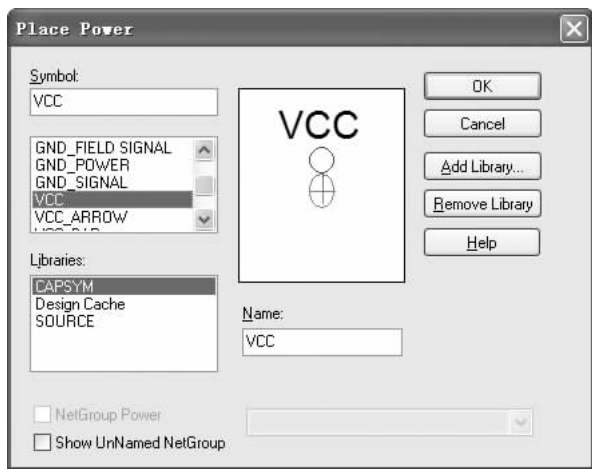

图 6-46 “Place Power（放置电源）”对话框
2. 弹出如图 6-46 所示的“Place Power（放置电源）”对话框，在该对话框中选择不同类型的电源符号。